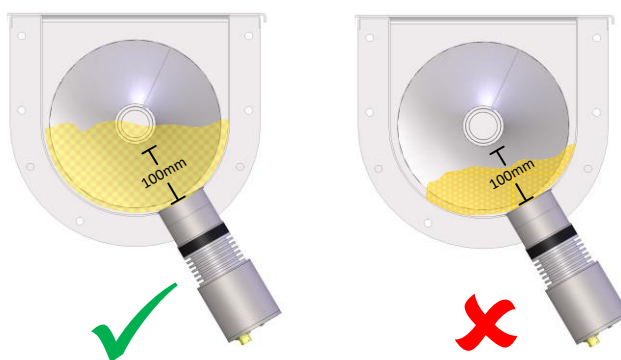

Figura 7: Livello del materiale del trasportatore a coclea
- Mantenere un livello di riempimento del materiale stabile, assicurandosi che la profondità del materiale davanti al disco in ceramica del sensore rimanga sempre superiore a 100 mm (vedere la Figura 7).